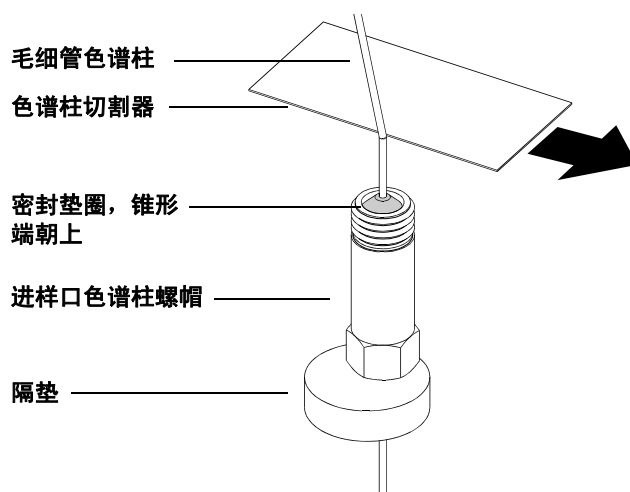

图 2 准备安装毛细管色谱柱
- 2 带上干净的手套，将隔垫、色谱柱螺帽和老化的密封垫圈滑入色谱柱的自由端（见 图 2）。垫圈的锥形端必须朝向远离色谱柱螺帽的一端。